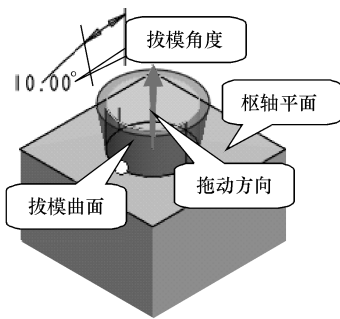

图 7-71 拔模参照
(2) 单击【工程特征】工具栏中的【拔模】按钮，弹出【拔模】操控板。
(3) 在图形区选择圆柱面作为拔模曲面，在对话框中单击【拔模枢轴】收集器，使其处于激活状态。
(4) 在图形区选择长方体上底面作为拔模枢轴平面，系统自动选择该平面的正法线方向作为拔模角参照。
(5) 在操控板的【拔模角度】组合框中将角度值修改为“10”，可以看到，在图形区拔模方向向外，如图 7-71 所示。